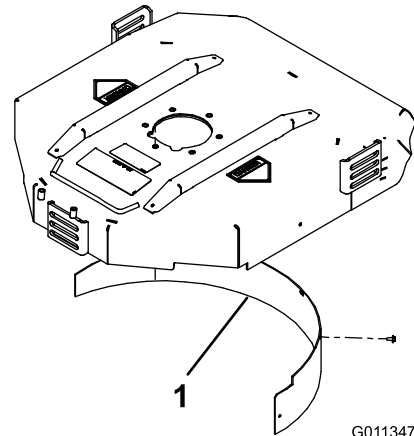

Bild 4
2. Montieren Sie das Mulchablenkblech in der hinteren Öffnung und befestigen Sie es mit 5 Bundschrauben (Bild 4).